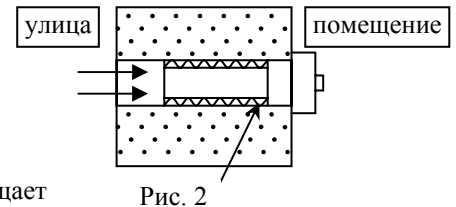

Рис. 2
- ! Не допускается оставлять расстояние между оголовком и теплоизоляцией в трубе (Рис. 2).